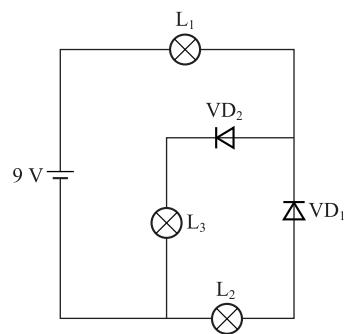

图 1-27 思考与练习题 6 图
6. 如图 1-27 所示电路,分析二极管是导通还是截止,三个灯是否都发光。